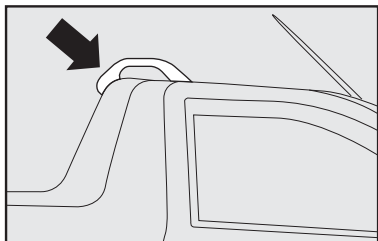
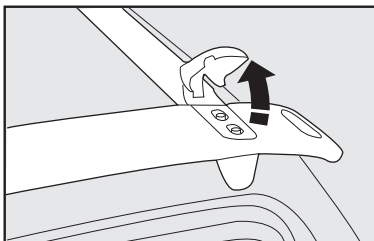
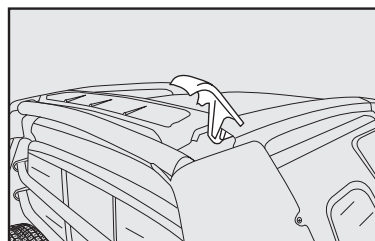

fig. 106
fig. 107
fig. 108
- utilizar o porta-escadas fig. 106 para apoiar e fixar corretamente os objetos de maior altura. Nas versões com cabine estendida e cabine dupla, levantar antes os limitadores fig. 107 ou A-fig. 108 (Strada Adventure).
Ao utilizar o porta-escadas, não apoiar objetos cujo peso for superior a 50 kg. Os limitadores fig. 107 ou 108, não deverão ser forçados com pressões laterais superiores a 30 kg.